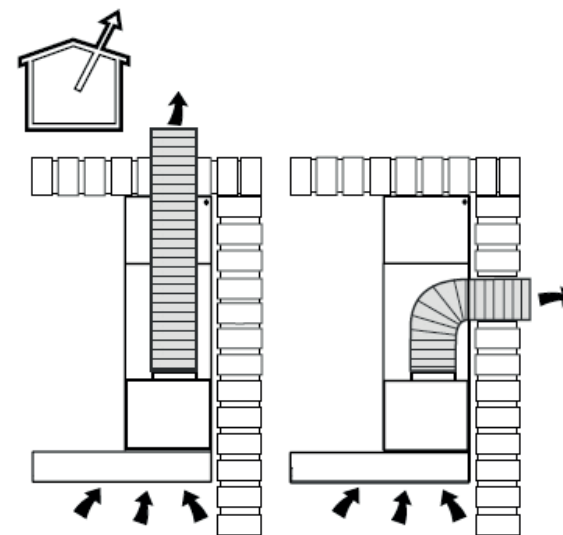

Figure 1
- soit en version ÉVACUATION (figure 1) ,
Utilisation en version évacuation (figure 1)